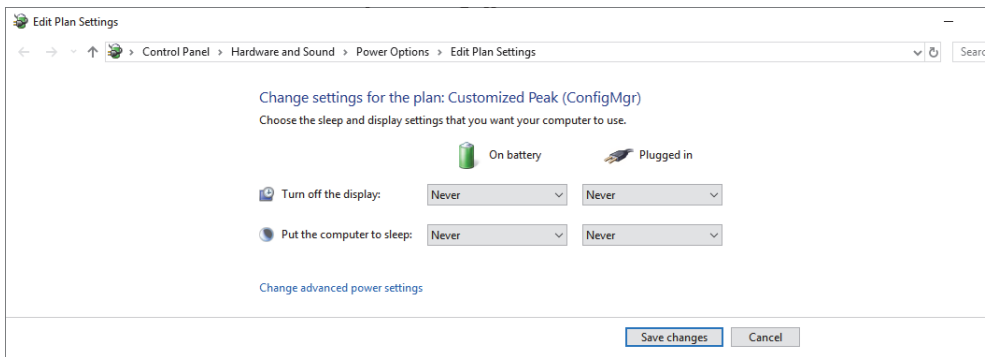

Abbildung 4-1 Konfiguration der Energieoptionen
- b) Im Dialogfeld **Edit Plan Settings**, wählen Sie **Nie** für **Turn off the display** (Bildschirm ausschalten) und **Put the computer to sleep** (Energiesparmodus nach) aus (Abbildung 4-1 auf Seite 46).